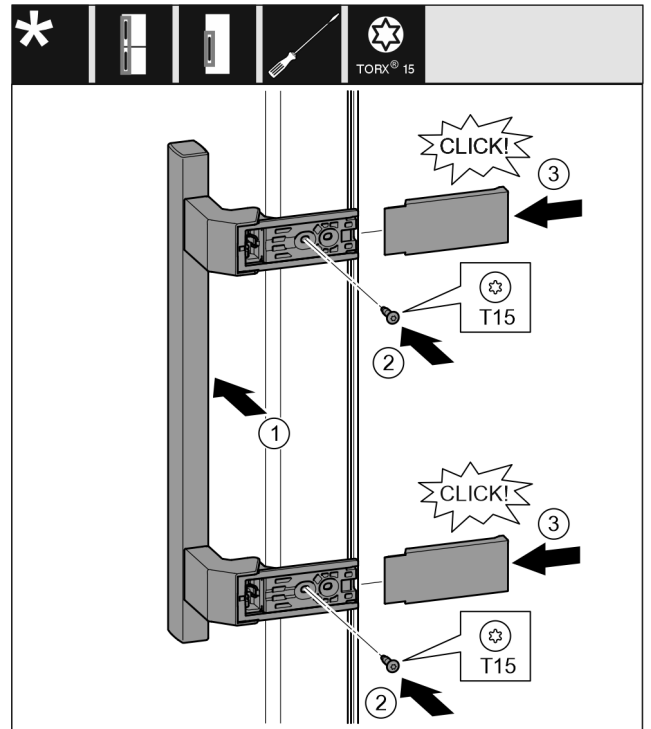

Fig. 18
- ▶ Pielieciet rokturi pretējā pusē. Fig. 18 (1)
- ▶ Pieskrūvējiet skrūves ar skrūvgriezi T15. Fig. 18 (2)
- ▶ Pielieciet un uzbīdiēt sānos pārseģus. Fig. 18 (3)